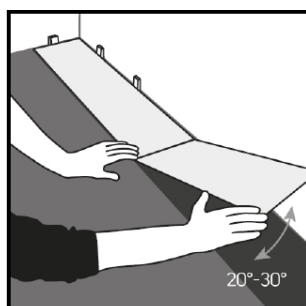

FIG 2
2. Coloca la primera fila, asegurándote de que los lados cortos encajen juntos (Fig. 2).